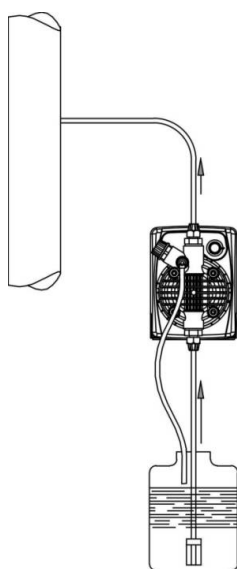

Рис. 5
c. – Расположите насос, как показано на рис. 5, учитывая, что его можно устанавливать, как выше, так и ниже уровня дозируемой жидкости, при этом перепад уровней не должен превышать 2-х метров. Если система работает при атмосферном давлении (без обратного), а емкость с реагентами расположена выше насоса (рис. б) необходимо часто проверять состояние клапана впрыска, т.к. его износ может вызвать попадание реагента в систему даже при выключенном насосе. Если данная проблема появляется, Вам необходимо установить обратный клапан **С** между точкой выброса и клапаном. Не устанавливайте насос над емкостью с химическими препаратами, выделяющими большое количество паров, за исключением случаев, когда емкость герметично закупорена.